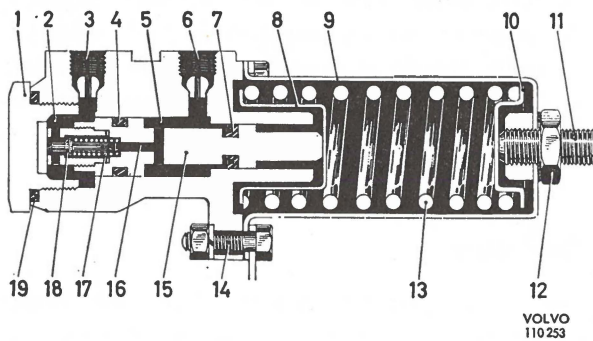
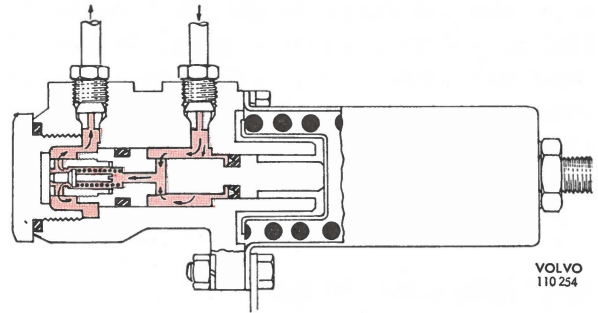
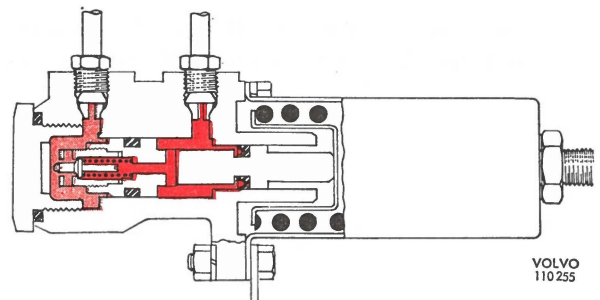

Fig. 1 Konstruktie
Fig. 2. Tijds het remmen
Fig. 3. Reducerende werking
Het remkrachtverdelingsventiel werkt als volgt: Wanneer de voetrem wordt ingedrukt, wordt de vloeistofdruk van de hoofdremcilinder geleid naar de aansluiting 6, Fig. 1. De druk plant zich vervolgens voort door de cilinder (5), het verbindingskanaal (16), voorbij de open klep (18) naar de cilinder (2) en van daar via de aansluiting (3) naar de achterwielremcilinders, zie Fig. 2. De hydraulische druk per oppervlakte eenheid is voor de
de druk, zie Fig. 3. Het verschil in deze drukken wordt bepaald door het verschil in drukoppervlak en door de veerkracht. Wanneer de druk op het rempedaal wordt verminderd, vermindert eveneens de druk in cilinder (5). De zuiger (15) wordt naar rechts gedrukt tegen veer (13) in. Wanneer de druk aan de rechterzijde van de klep (18) zover afneemt dat de hydraulische druk aan de linkerzijde in staat is om de klep te openen, wordt de verbinding tussen beide cilinders weer hersteld. Daar de druk terugloopt, drukt veer (13) de zuiger terug naar zijn oorspronkelijke stand waarbij de klep op mechanische wijze in geopende toestand wordt gehouden, zie Fig. 2. De zuigers van het nieuwe type zijn voorzien van een schokbrekerklepje, hetgeen een gelijkmatiger stroming door het klepje tot gevolg heeft.
1. Nadat het remkrachtverdelingsventiel is uitgebouwd, wordt het veergedeelte gescheiden van het hydraulische gedeelte door bouten (14, Fig. 1) los te schroeven. Let er op hoe de veergeleiders gemonteerd zaten, zodat zij weer op dezelfde wijze gemonteerd kunnen worden. **Aan de stelbout (11) moet niet worden gedraaid.**
2. Draai de schroefplug (1) los en druk de complete zuiger (15) er uit.
4. Indien de cilinderwanden gegroefd of roestig zijn, moet het complete remkrachtverdelingsventiel worden vervangen. In die gevallen waarbij de cilinderwanden onbeschadigd zijn, kunnen de complete zuiger en afdichtring (19) die in de montageset 273104 zijn opgenomen, worden gemonteerd.
5. Monter de complete zuiger (15) nadat deze en de afdichtringen zijn ingesmeerd met het vet uit de montageset. Schroef de plug (1) in en zet deze vast met een aanhaalmoment van 10—12 kgm (72—87 lb.ft.).
6. Plaats de veergeleider (19), veer (13) en veergeleider (8) in het veerhuis (9). Schroef dit